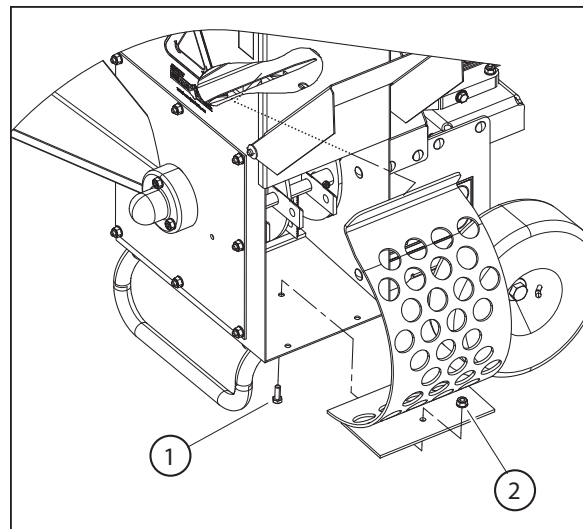

Figura 5.5, Reemplazo de la criba de descarga
3. Retire el perno de 5/16 x 7/8 pulg. (8 mm x 22 mm) y la tuerca con reborde que aseguran la criba de descarga al bastidor (Figura 5.5). Retire la criba de descarga de la parte inferior y rote la parte superior hacia abajo para quitarla.
NOTA: Asegúrese de que la brida superior de la criba de reemplazo esté instalada correctamente y por completo en la ranura superior de la carcasa como se ilustra en la Figura 5.5. Si no lo hiciera los mayales podrían entrar en contacto con la criba de descarga durante el funcionamiento.